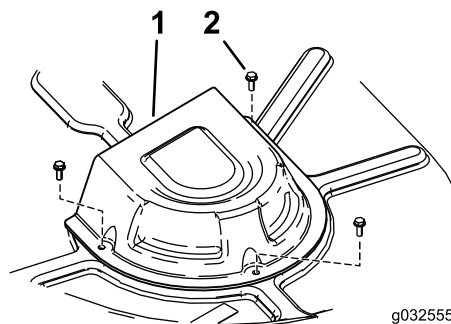

Bild 70
4. Entfernen Sie die Abdeckungen der Riemenscheibe ab (Bild 70).